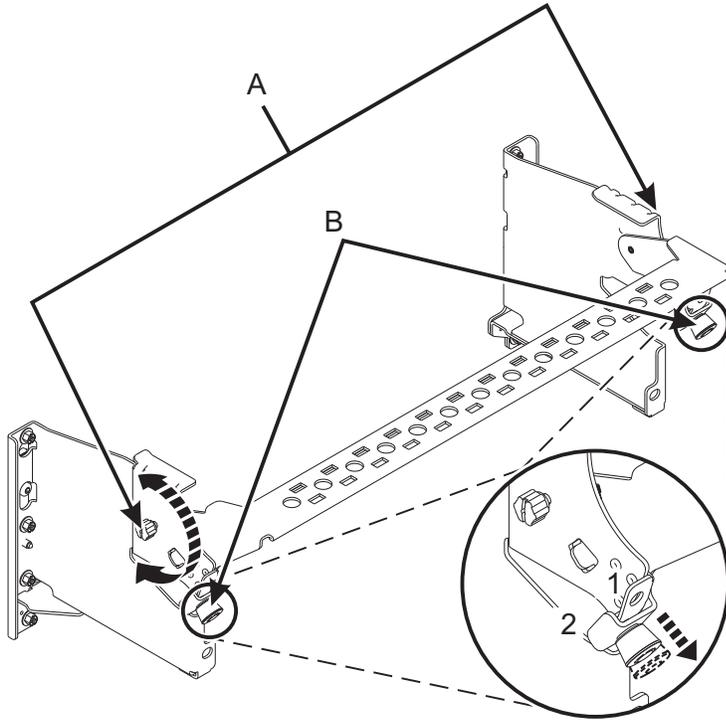

図 12. 操作位置へのケーブル管理ブラケットの設置
- 6. ケーブル管理ブラケットを操作位置に置きます。 13 ページの図 12を参照してください。
- a. 1/4 回転ファスナー (B) を引き出し、ケーブル管理ブラケットを下げた位置まで移動させながら、それらのファスナーを回転させて解放します。
- b. 1/4 回転ファスナー (B) を回転させ、ブラケットにかみ合わせて所定の位置にロックします。
- c. つまみねじ (A) を時計回りに回して、ケーブル管理ブラケットを固定します。